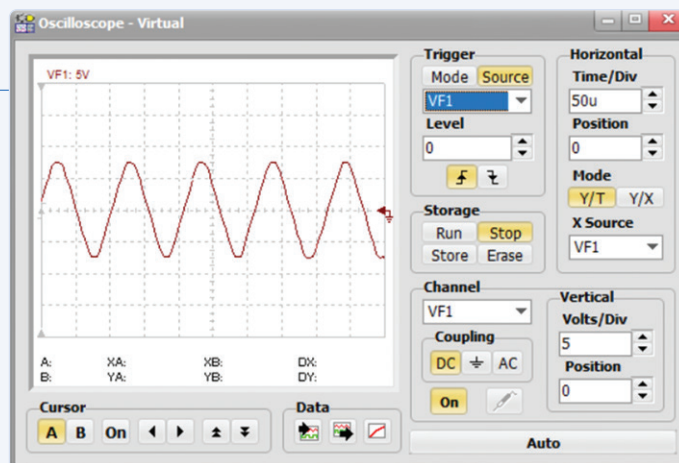

Figure 7. Forme d'onde de sortie.
- vérifiez la forme d'onde de sortie (**figure 7**). La période est de 100 μs (100u) ce qui correspond à 10 KHz.